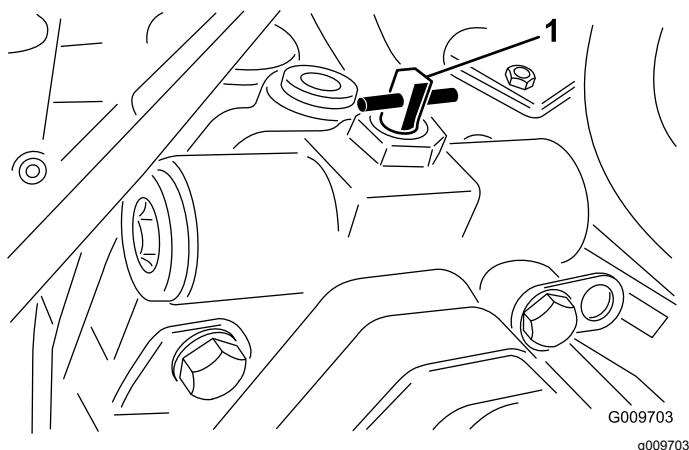

図 61
2. バイパスバルブのレバー 図 61 を右または左に 90° 回転 4 分の 1 回転 させると内部でバイパスが形成される。これにより、トランスミッションを破損することなく機械を押して移動できるようになる。バルブを開けたとき、どちらの方向に回したかを覚えておくこと。